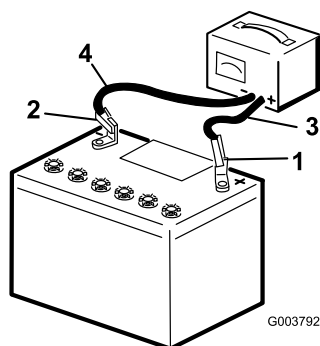

Figura 35
- Cargue la batería durante 10 a 15 minutos a 25–30 amperios, o durante 30 minutos a 4–6 amperios (Figura 35). No sobrecargue la batería.
- Cuando la batería esté completamente cargada, desconecte el cargador de la toma de electricidad, luego desconecte los cables del cargador de los bornes de la batería (Figura 35).